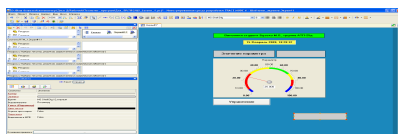

Рис. 6
4.3.1. Виділити ЛК ГЕ **Текст**, що служить для відображення аргументу **Параметр** (рис. 6).